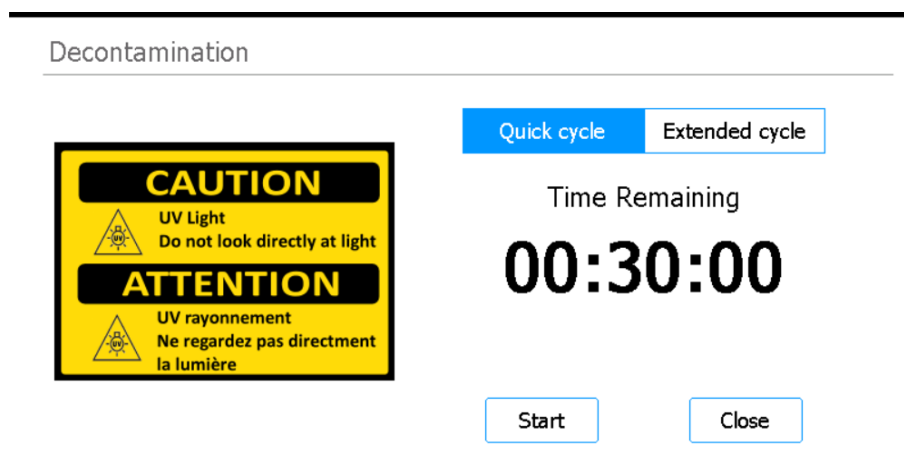

图 24 选中 Quick cycle 的 Decontamination 屏幕
- 3 在屏幕顶部，选择 **Quick cycle**，如图 24 所示